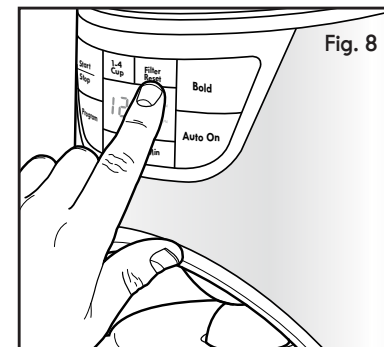

Fig. 8
2. Abrir la cubierta del tanque de agua y retirar el porta-filtro (Fig. 8).